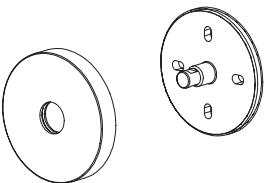

Рис. 6 / 6-сур.
- Поверх крепежной планки установите декоративную чашку (рис. 6).